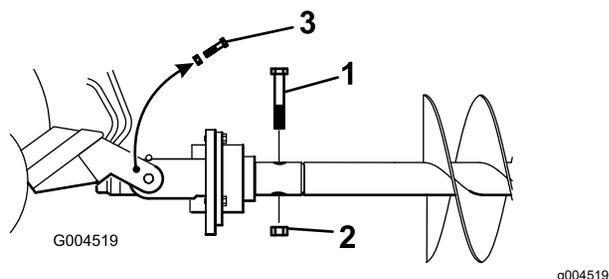

Figura 8
10. Fixai melcul la capul de antrenare cu un urub ($\frac{7}{8}$ " x 4 $\frac{1}{2}$ ") i piuliță ($\frac{7}{8}$ " aa cum se arată în Figura 8.